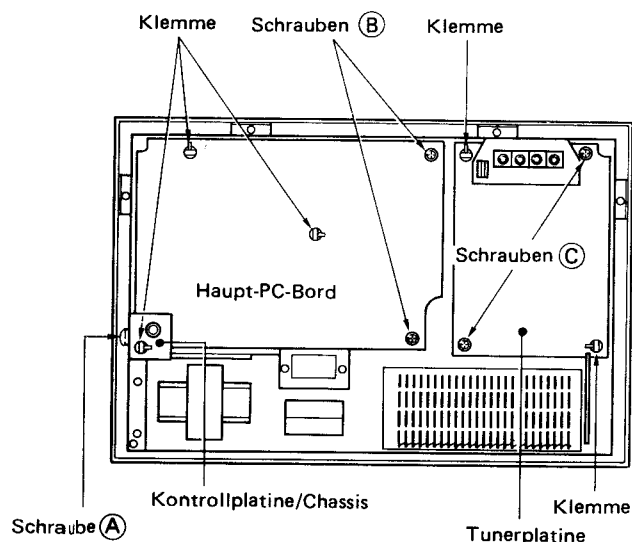

Abb. 2
b) Entfernen Sie die Einstellregelschraube an der Chassishalterung. (Vergleichen Sie mit Abb. 2)